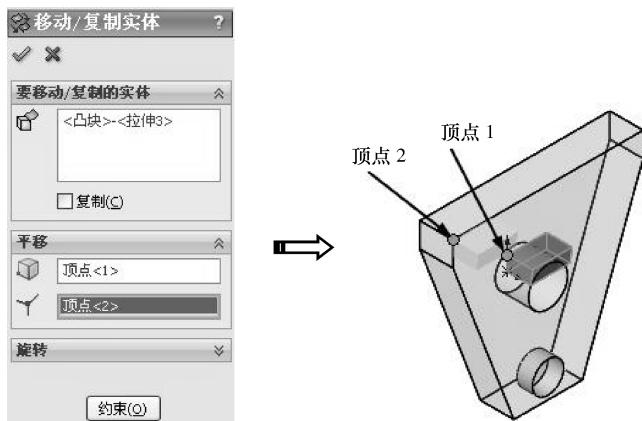

图 3-124 移动实体
- 03 插入的新零件在当前零件中只作为一个实体，可以在当前零件中移动。选择菜单栏中【插入】|【特征】|【移动/复制】命令，弹出【移动/复制实体】属性管理器，参数设置如图 3-124 所示，单击【确定】按钮，完成实体的移动。